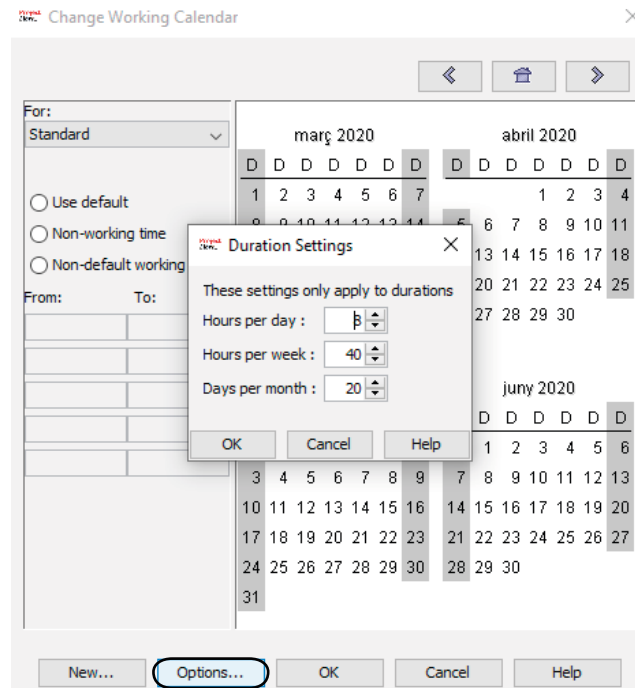

Figura 26.
Para ajustar los cálculos de la duración, se accede al menú *File, Calendar y Options* y se introduce la información que se muestra en la figura 26, la cual servirá como base para que el programa realice los cálculos.
1. Clic en *New* en el menú (véase figura 26, parte inferior izquierda) y asignar un nombre al calendario. Es recomendable hacer una copia de uno de los tres existentes y realizar sobre él las modificaciones oportunas para simplificar el proceso.